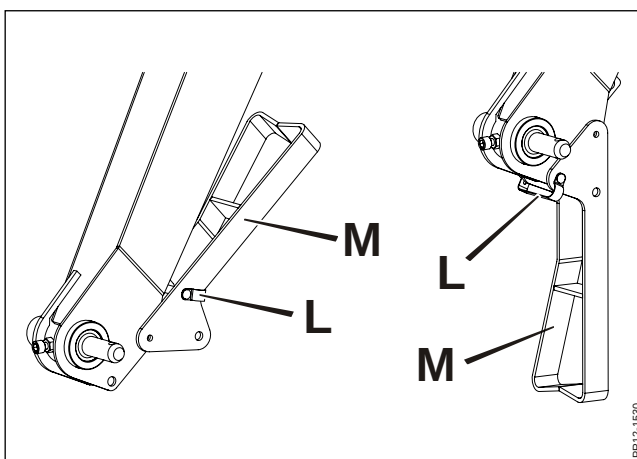

Fig. 2-6
**Fig. 2-6** Nedklapning af støttefoden foregår ved at fjedersplitten **L** trækkes ud, hvorefter støttefoden **M** kan klappes ned. Støttefoden **M** sikres igen med fjedersplitten **L**.